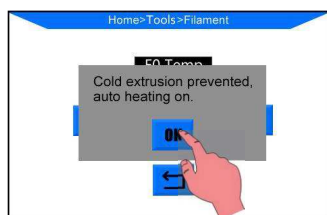

図 6
(2) 「Tools」→「Filament」→「Filament in」をクリックします。図6に示す画面が表示され、[OK]をクリックします。